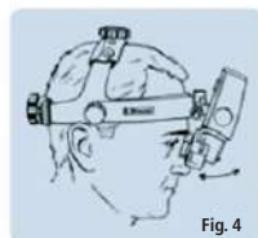

Fig. 4
Posicione o bloco binocular (O) o mais próximo possível dos olhos ou óculos, de modo a obter um campo de visão máximo. Afrouxe ligeiramente o botão do ângulo do oftalmoscópio (E), de modo a permitir o ajuste, e volte a apertá-lo quando estiver na posição pretendida, conforme ilustrado na (Fig. 4).